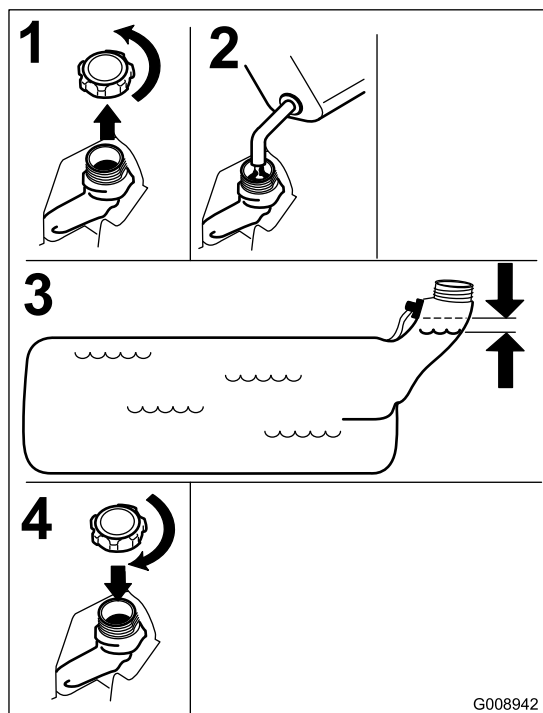

Figure 7
3. Faites le plein de carburant. Laissez un espace suffisant sous le reniflard, comme illustré à la Figure 7.